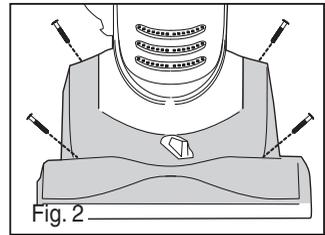

Fig. 2
- 2) Quite 4 tornillos de la cubierta del cepillo de rodillo. (Fig. 2).
- 2) **Manguera de la base** – Quite 2 tornillos y la cubierta del cepillo de rodillo. Quite el bloqueo de la manguera de la base y busque los desechos en el cepillo de rodillo. Vuelva los tornillos y la cubierta (Fig. 2).